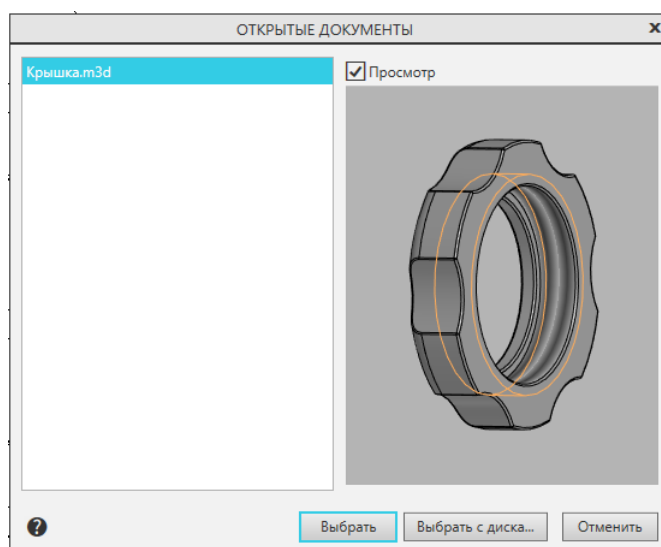

Рисунок 8 – Диалоговое окно выбора модели для добавления нового вида
13.7.1 Вызовите меню «Вставка», далее строку «Вид с модели» и выберите пункт «Вид с модели...» (есть более быстрый способ – кликните на команду «Вид с модели...»  Вид с модели... в разделе «Виды» панели инструментов «Черчение»). Появится диалоговое окно «Открытые документы» (рис. 8), нажмите кнопку «Выбрать».